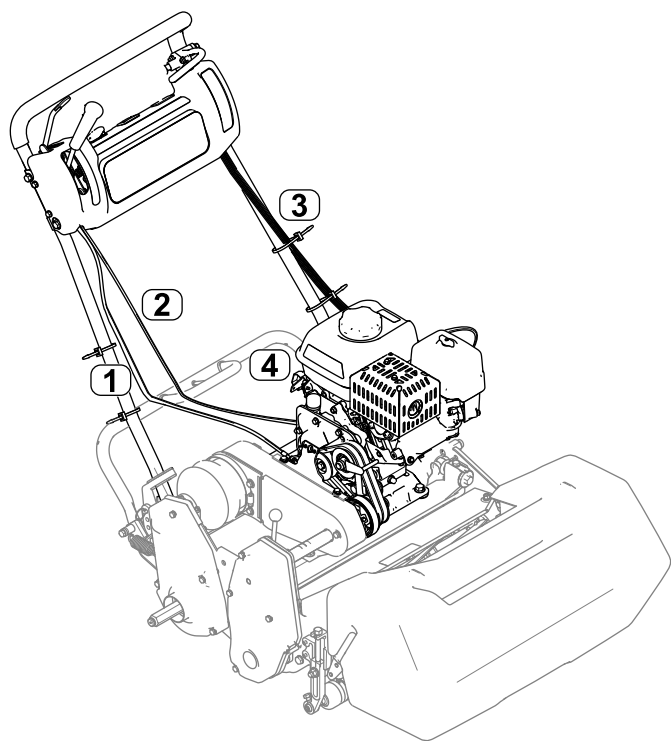

Figura 10
12. Instale o cabo do acelerador na máquina; consulte o *Manual de serviço* da sua máquina (Figura 10).
Nota: Observe o caminho do cabo do acelerador como se mostra na Figura 10. Encaminhe o cabo para o lado esquerdo do motor e entre a cobertura do filtro de ar e o depósito de combustível.
19. Ligue a cablagem elétrica ao módulo de segurança e encaminhe a cablagem pelo lado esquerdo do manípulo (Figura 10).